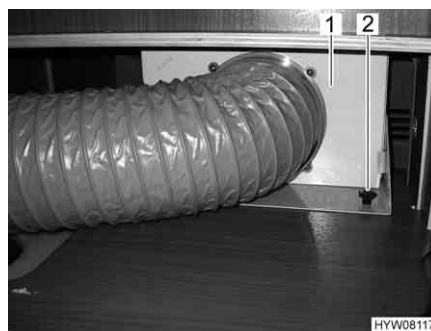

Fig. 231 Fissaggio del filtro di lanugine
- Svitare le viti a testa cilindrica zigrinata (Fig. 231,2).
- Tirare indietro il supporto (Fig. 231,1).